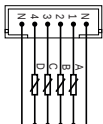

Fig. 3
- Fig. 3: Analog inputs connection (ST KNT 001 or ST KNT 002)
- Fig. 3: Conexión de entradas analógicas (ST KNT 001 ó ST KNT 002)
- Fig. 3: Conexión de entradas binarias